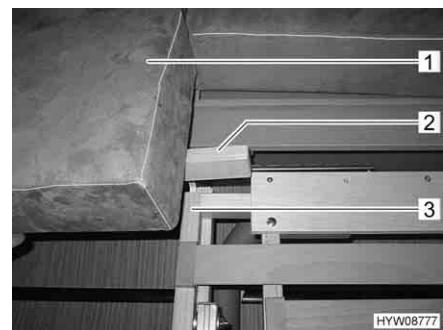

Fig. 44 Trasformazione in dinette (4)
- Inserire il secondo cuscino aggiuntivo (Fig. 44,1). Inserire quindi il listello di appoggio (Fig. 44,2) destro e sinistro negli appositi incavi del telaio del cassone letto (Fig. 44,3).